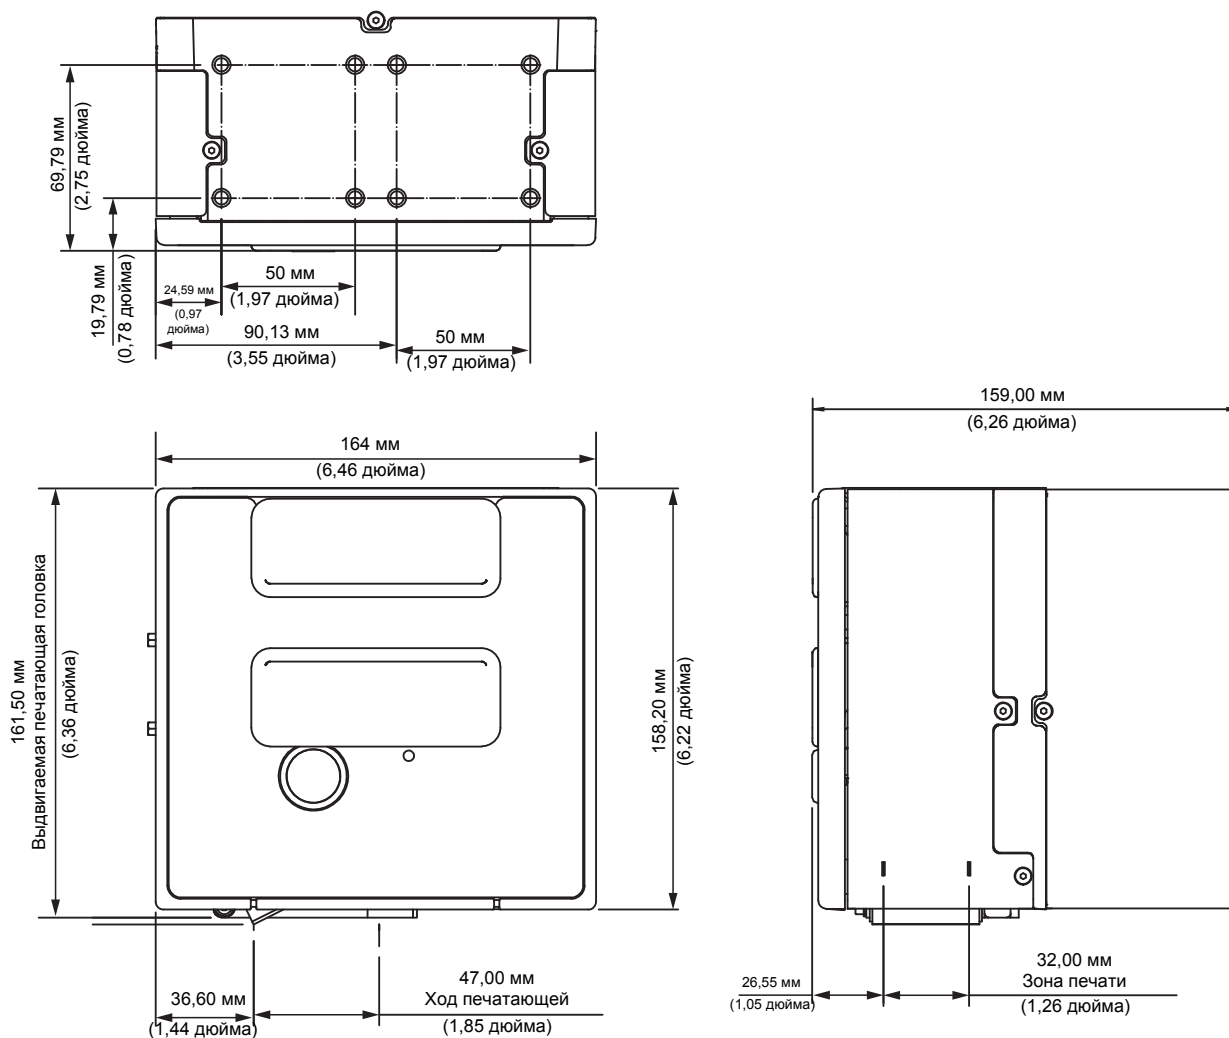

Рис. A-1: Размеры правостороннего принтера (RH) с шириной печати 32 мм
На Рисунок A-1 показаны размеры правостороннего (RH) принтера с областью печати шириной 32 мм.